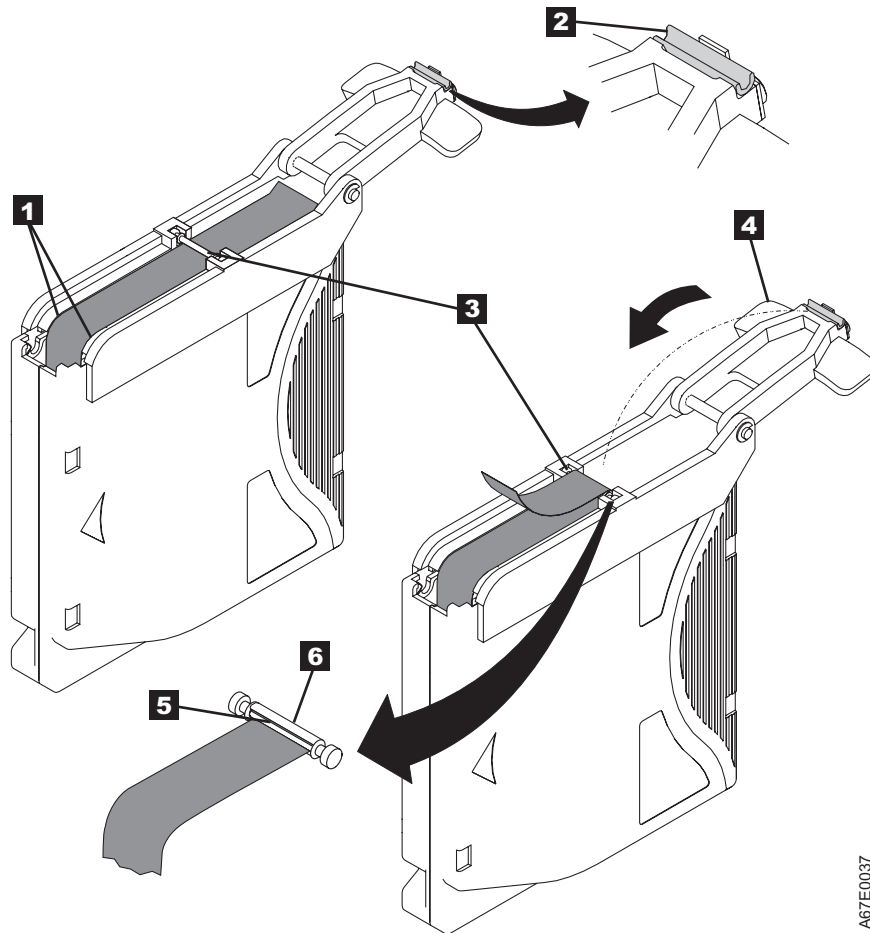

図 8-15. テープへの先行ピンの取り付け
7. テープを、先行ピン取り付けツールの位置合わせの溝に合わせます (8-19 ページの図 8-15 の **1**)。
8. 新しい C クリップを、先行ピン取り付けツールの保持溝 (8-19 ページの図 8-15 の **2**) に入れ、クリップの開いているサイドが必ず上を向くようにします。
9. 先行ピンを先行ピン取り付けツールの空洞部分 (8-19 ページの図 8-15 の **3**) に入れます。
10. テープを先行ピンの上で折り返し、指で押さえます (図 8-15 を参照)。
11. C クリップがピンとテープにきちんとはまるように、先行ピンの上部で先行ピン取り付けツールを回転させて、このツールのピボット・アーム (図 8-15 の **4**) を閉じます。
12. ピボット・アームを開き、余分なテープ (図 8-15 の **5**) を切り取って、テープの端を再取り付けされた先行ピン (図 8-15 の **6**) にきちんとそろえます。
13. 指を使って、先行ピン取り付けツールの空洞部分 (図 8-15 の **3**) から先行ピンを取り外します。